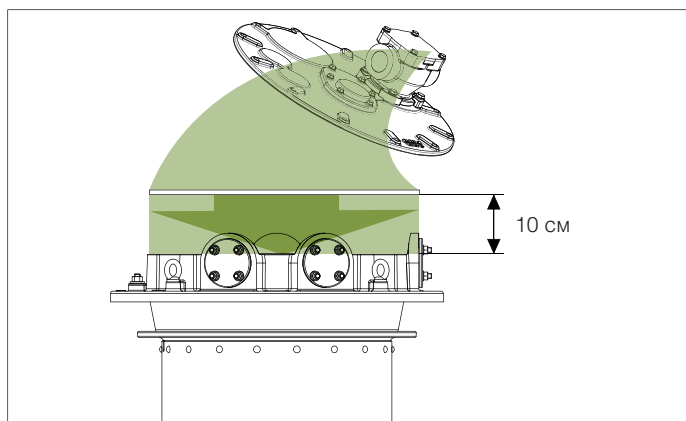

Рис. 69. Процедура опускания крышки
5. Осторожно установите крышку на место. Крышка должна опускаться строго вниз последние 10 сантиметров над верхним фланцем. См. рис. 69.